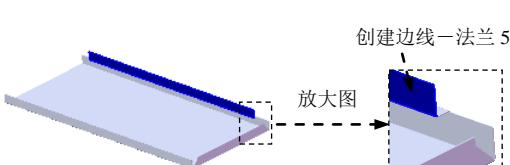
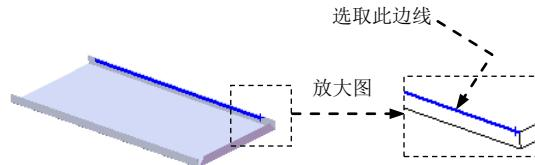

图 17.6.11 创建边线一法兰 5
图 17.6.12 定义特征的边线
Step6. 创建图 17.6.11 所示的边线一法兰 5。
- (1) 选择命令。选择下拉菜单 **插入(I)** → **钣金(B)** → **边线法兰(E)...** 命令，系统弹出“边线法兰”对话框。
- (2) 定义特征的边线。选取图 17.6.12 所示的模型边线为生成的边线法兰的边线。
- (3) 定义法兰参数。在 **角度(G)** 区域的 **文本框** 中输入角度值 90.0。在“边线法兰”对话框 **法兰长度(L)** 区域的下拉列表中选择 **给定深度** 选项，在 **文本框** 中输入深度值 8.0。在此区域中单击“内部虚拟交点”按钮 。在 **法兰位置(N)** 区域中，单击“折弯在外”按钮 .